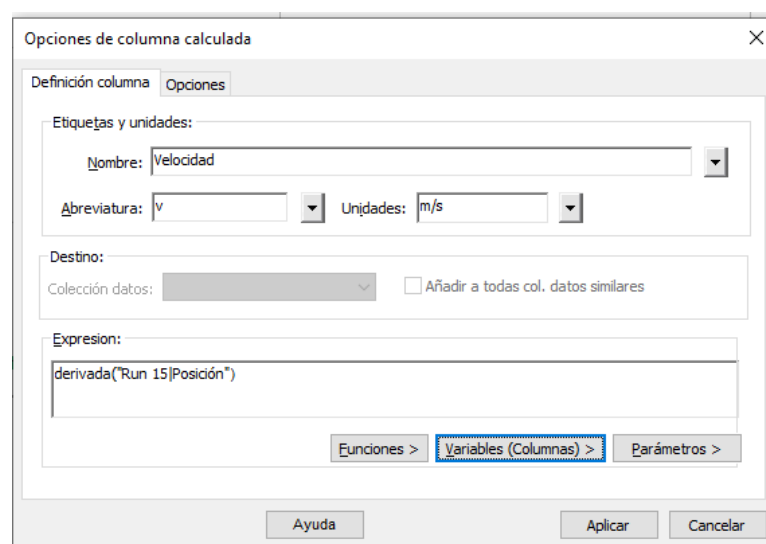

Figura 11. Configuración de la columna calculada para la velocidad.
- Hacer click en el botón “Variables (Columnas) >” y seleccionar la opción de “Posición”. En caso de que no aparezca, seleccionar la opción “Elegir columna específica...” y especificar la columna apropiada de forma manual (Figura 11).